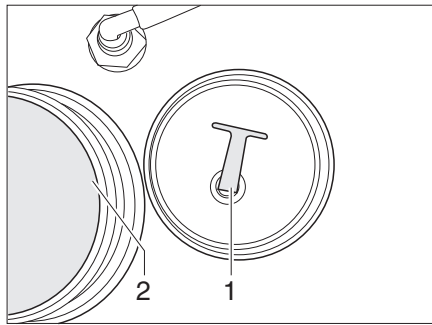

Fig. 340 Tappo di chiusura
- Svitare il tappo di chiusura (Fig. 340,1) dall'apertura di scarico (Fig. 340,2). L'acqua fuoriesce.